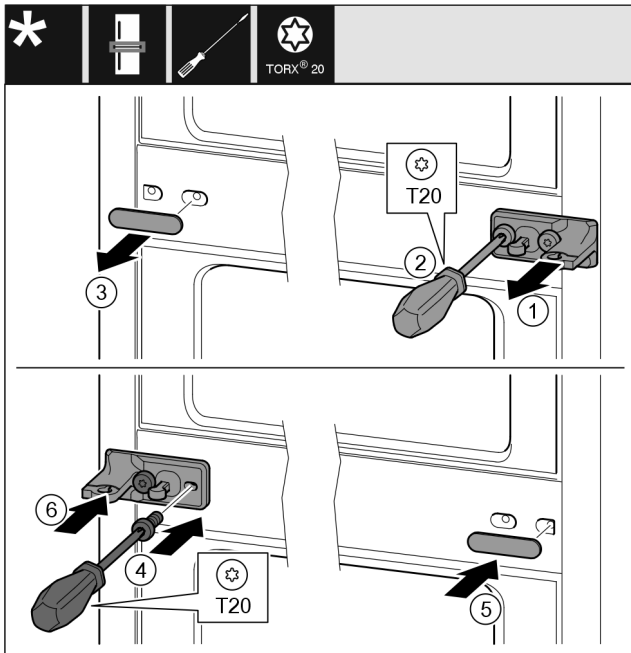

Fig. 12
- Hiqni kapakun Fig. 12 (1).
- Lironi vidat Fig. 12 (2) me një kaçavidë.
- Hiqni me kujdes kapakun mbulues Fig. 12 (3).
- Mbërtheni fort bazamentin mbështetës me pllakë Fig. 12 (4) në anën tjetër të rrotulluar me 180°.
- Vendosni kapakun mbulues Fig. 12 (5) në anën tjetër, të rrotulluar me 180°.
- Shtyni kapakun Fig. 12 (6) brenda nga përpara.